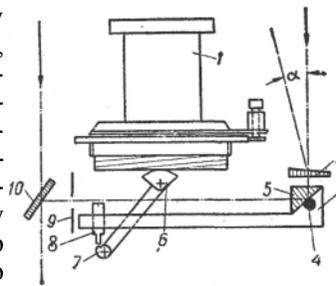
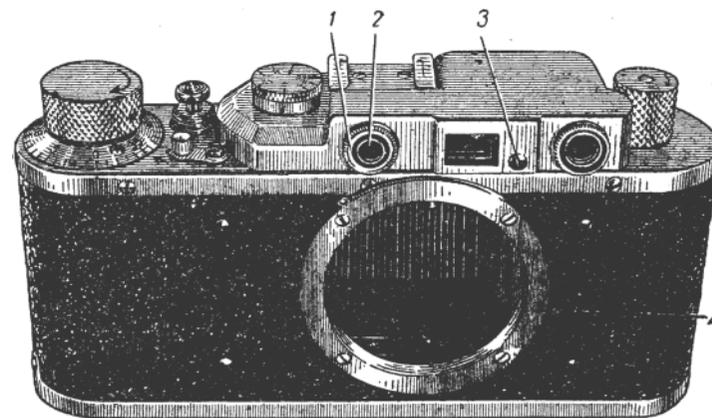
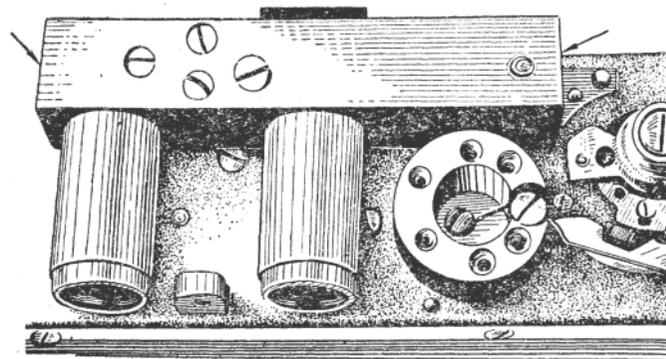

Рис. 157. Схема дальномера.
Рис. 158. Наружные детали камеры.
Рис. 161. Дальномер.
При установке рабочего расстояния не нужно разбирать камеру. Рабочее расстояние камеры регулируется правильной установкой фланца 4 (рис. 158) по отношению к плоскости пленки при условии, что плоскость корпуса затвора, по которому движется пленка, будет абсолютно ровной. Между фланцем и корпусом почти всегда расположены бумажные коти́ровочные прокладки разной толщины — от 0,03 до 0,30 мм, изготовленные из прессшпана и папиросной бумаги. Правильное положение фланца по отношению к плоскости пленки можно регулировать с помощью прокладок.
Дальномер (рис. 157) состоит из светоделительной стеклянной пластинки 9 с нанесенным на нее тонким слоем золота (полупрозрачное зеркало); отражающей призмы 5, укрепленной на рычаге призмы 3; клина 2, кулачка с рычагом 6, эксцентрика 7; винта 5; диафрагмы 9. База дальномера 38 мм.
Дальномер по вертикали регулируется клином 2 (рис. 157, 158). При этом отвинчивают хромированный сбодок клина / (рис. 158), навинченный на гнездо, в которое плотно вставлена оправка с клином. В гнезде с двух противоположных сторон имеются отверстия для инструмента, которым завинчивают гнездо в основание дальномера. Во вращающейся оправке с клином также есть два отверстия с двух противоположных сторон. Вставив концы пинцета или ключа в отверстия оправки, клин поворачивают, пока оба изображения не совпадут по вертикали одно с другим. Для этой цели можно использовать нарисованный на листе белой бумаги крест, расположенный
Отрегулировав клином вертикальную настройку дальномера, обязательно нужно проверить и горизонтальную настройку наводкой на бесконечно удаленный предмет (см. выше). Рукоятку оправки объектива необходимо поставить в положение фиксации кнопки в замке, тогда метка на оправке станет против знака 00. Установив объектив в положение 00, нужно широкой отверткой отвинтить боковой винт 3 (рис. 158) и вставить тонкую отвертку в гнездо для винта. Слегка вращая ее, нужно попасть в шлиц фигурного винта 8 (рис. 157), который вращают в ту или другую сторону в зависимости от положения второго подвижного изображения. Если оно не доходит до 00, тогда винт завинчивают, если переходит — отвинчивают. Это делают
При выполнении более сложного ремонта дальномера нужно снять верхний щиток (см. стр. 147). Чтобы лучше разобраться в работе деталей дальномера и их назначении, следует обратиться к принципиальной схеме (рис. 157) и к рис. 161, где дальномер изображен без верхнего щитка.
Если вертикальное совмещение нельзя отрегулировать клином, то необходимо снять щиток и продолжать регулировку, так как нужно выявить причину несовпадения вертикалей. Плоскость светоделительного зеркала 10 (рис. 157) должна быть обязательно параллельна отражающей грани призмы 5 (отражающая грань призмы имеет зеркальное покрытие). Смещение параллельности плоскостей зеркала и призмы происходит по двум причинам: от сильного уда-
1. При помощи четырех стопорно-регулирующих винтов. Для этого нужно снять приклеенную шеллаком заслонку (см. правую стрелку на рис. 161), под которой расположен рычаг призмы, укрепленный четырьмя винтами (M1,7x0,35) на оси 4 (рис. 157). Затем отвинтить на один оборот все винты, и, завинчивая их поочередно, совместить изображения по вертикали настолько, чтобы впоследствии клином можно было окончательно отрегулировать дальномер. Затем, надевая верхнего щитка 6 (рис. 116), можно завинтить клин и проверить совмещение изображений по вертикали.
2. Проверкой установки зеркала. Если первый способ не даст положительных результатов, проверяют установку зеркала 10 (рис. 157). Зеркало вынимают так: снимают заслонку (см. левую стрелку на рис. 161); вынимают пружину, которая краями зацеплена в пазах; снимают угольник-накладку зеркала и осторожно, взяв край зеркала пинцетом, извлекают его. Проверяют, цело ли зеркало и устанавливают его на место. Вслед за зеркалом устанавливают угольник и пружину, которая должна плотно прижимать угольник. Зеркало следует слегка подвигать, это может положительно сказаться на регулировке вертикалей. Таким же способом и заменяют зеркало.